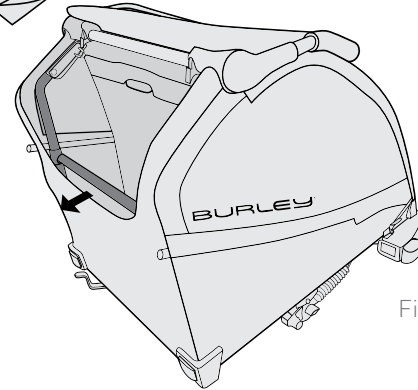

Figura 2
2. Tire del tubo del marco medio hacia usted (Figura 2).